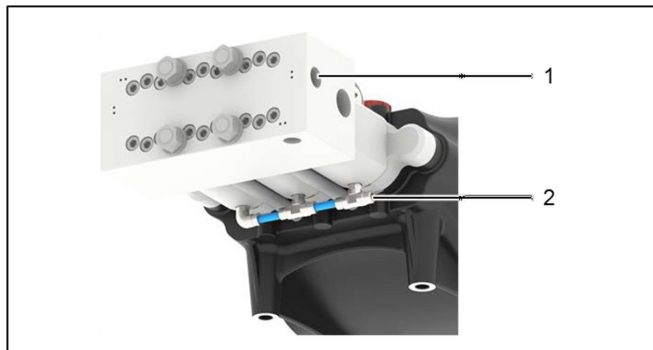

Figure 20 : Vidange de la pompe
5. Pour vider l'eau de la tête, retirer le bouchon de refoulement (Figure 20 : Position 1).
7. Débrancher toutes les conduites de retour (de la vanne de régulation, du système de recirculation (Figure 20 : Position 2), etc.) et laisser les tuyaux flexibles/rigides se vider complètement.
8. Remettre le bouchon sur le raccord de refoulement (Figure 20 : Position 1).
13. Installer toutes les lignes de retour (de la vanne de régulation, du système de recirculation de l'eau (Figure 20 : Position 2) etc.) en les fixant aux endroits appropriés.